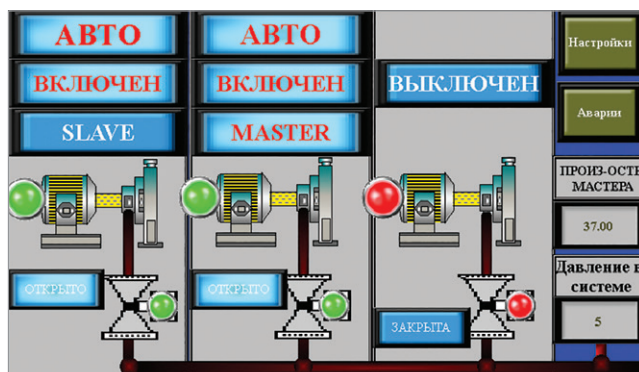

Рис. 2. Текущее состояние системы
- » отображение текущего состояния системы (рис. 2);